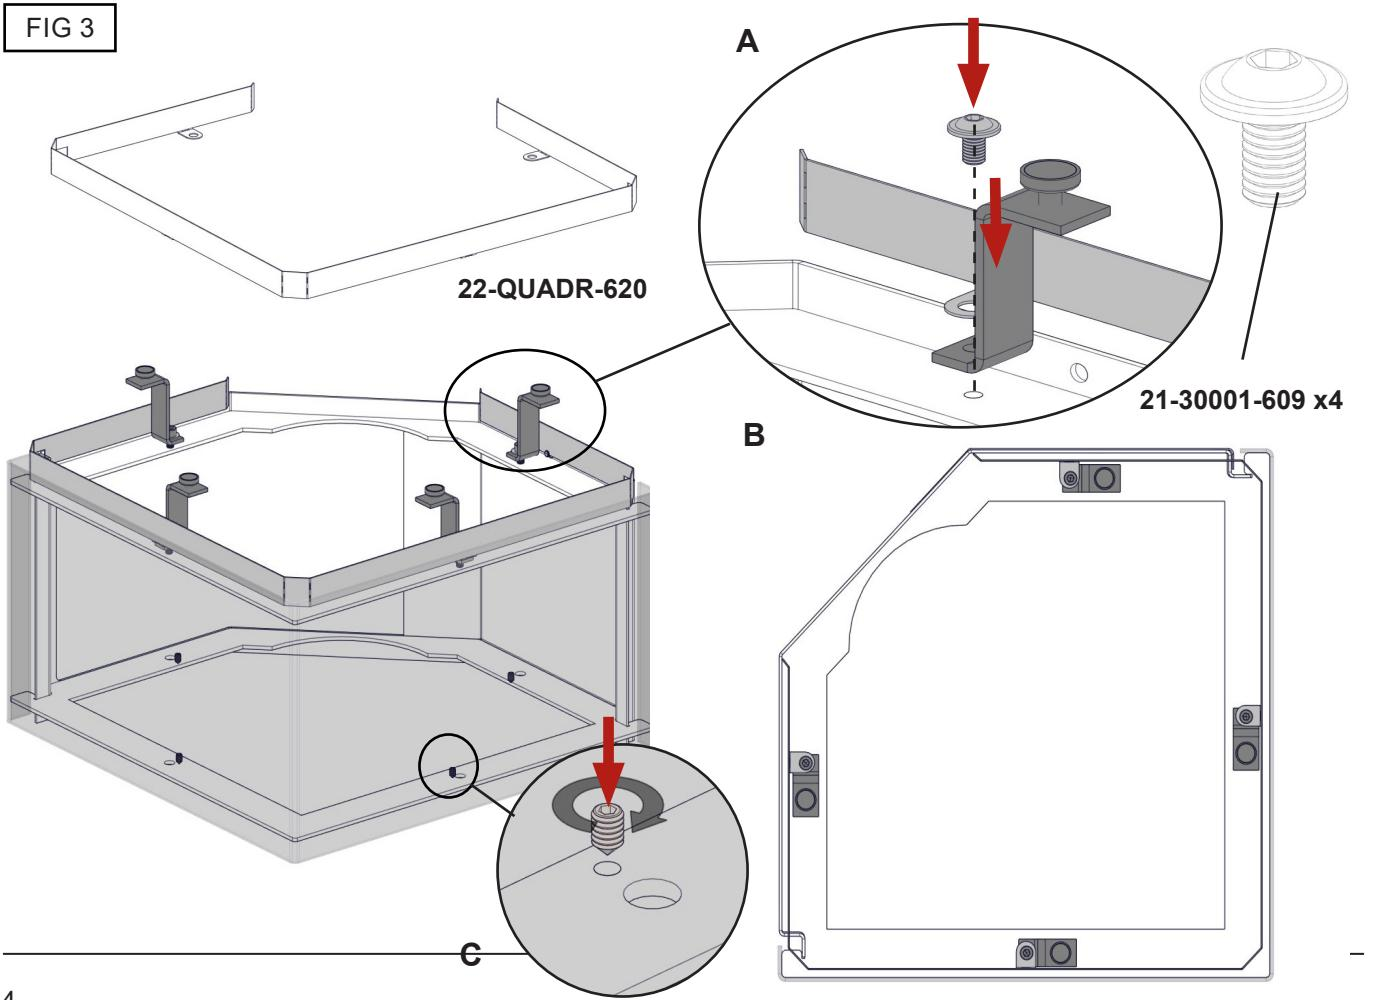

FIG 4
4. Montera plåtfästena, försäkra dig om att de är i korrekt läge och skruva fast dem (använd 5 mm insexnyckel) med med följande skruvar (se FIG. 4).
4. Bringen Sie die Stahlhalterungen an und nutzen Sie zur Befestigung die beiliegenden Schrauben. Stellen Sie sicher, dass sich die Halterungen in der korrekten Position befinden, siehe Abb. 4. Verwenden Sie einen 5-mm-Inbusschlüssel.
4. Monter les supports en acier et les fixer avec les vis fournies. S'assurer que les crochets sont dans la position correcte - voir la Fig. 4. Utiliser un clé six pans 5 mm.